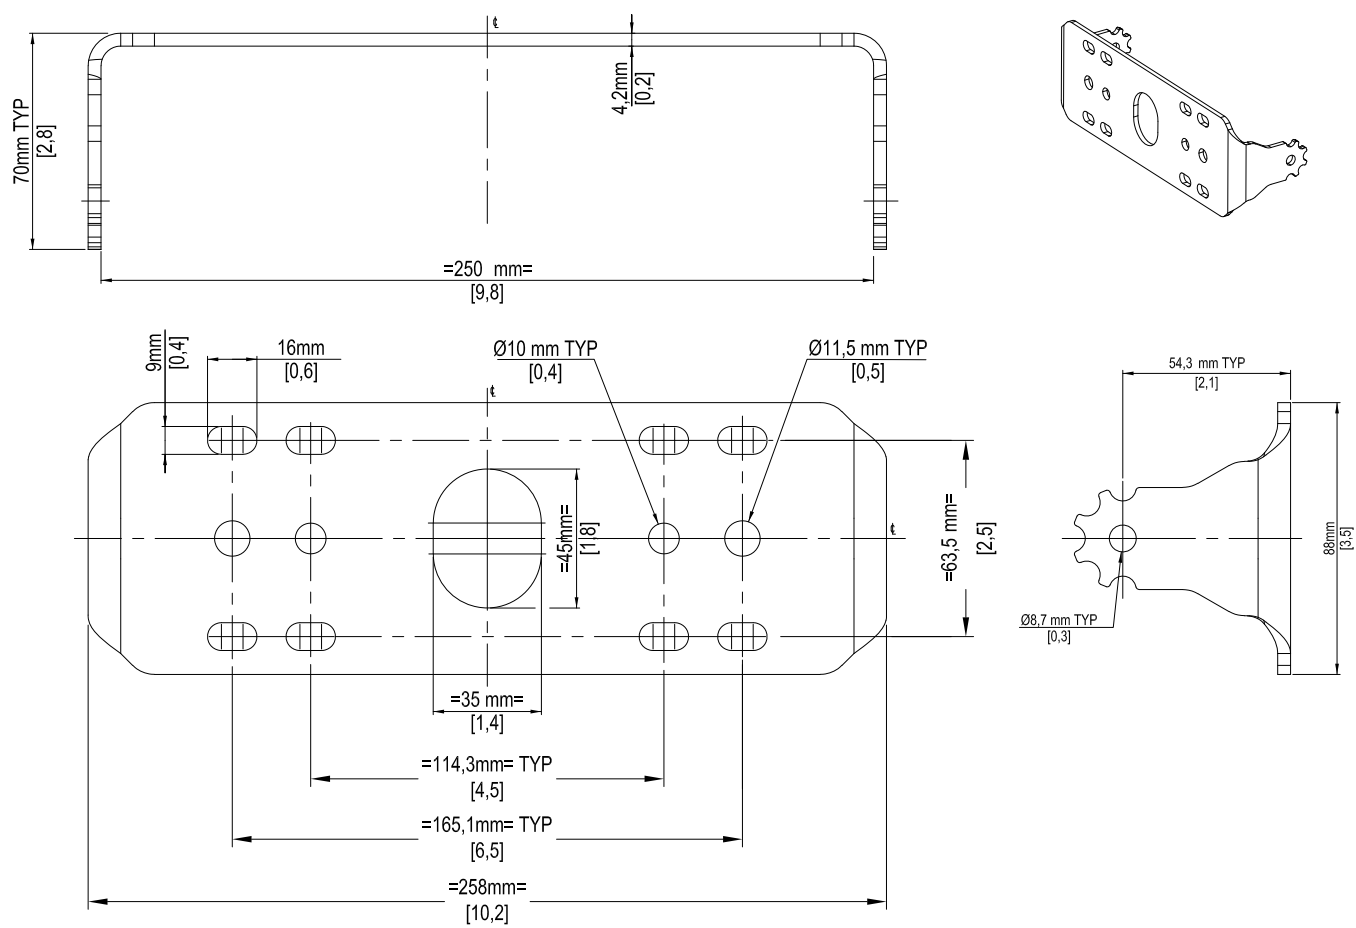

FIGURE 3 : OPTIONS DE MONTAGE – SUPPORT RMSSB
2. Déterminer la distance de montage appropriée entre les trous des supports pour votre application. Voir la Figure 3.